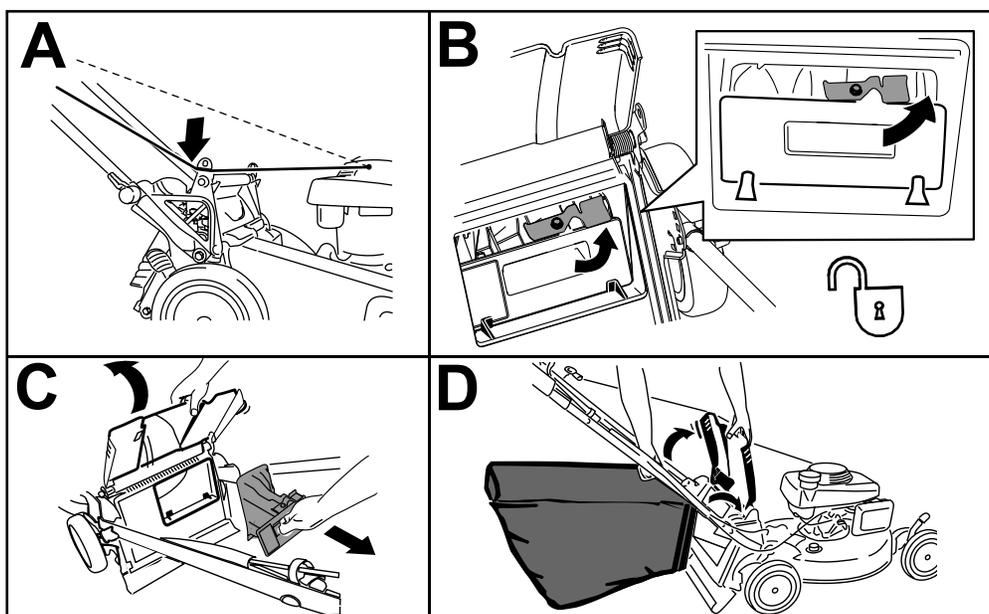

Figura 18
1. Pase la cuerda del arrancador alrededor de la guía de cuerda inferior (Figura 18, A).
2. Levante y sujete el deflector trasero y desbloquee el tapón trasero (Figura 18, B).
3. Extraiga el tapón trasero (Figura 18, C).
4. Cuelgue el borde superior delantero de la bolsa de los pasadores situados en las muescas de los soportes del manillar (Figura 18, D).